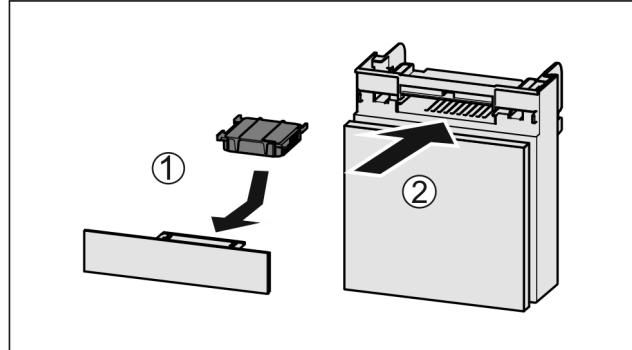

Fig. 187
- Vložte aktívny uhlíkový filter podľa obrázka Fig. 187 (1).
► Zasuňte zásuvku Fig. 187 (2).